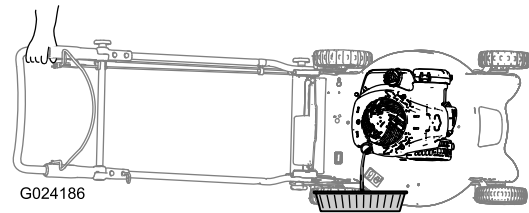

Bild 18
3. Kippen Sie den Rasenmäher seitlich (Peilstab nach unten), um das Altöl über den Öleinfüllstutzen abzulassen (**Bild 18**).